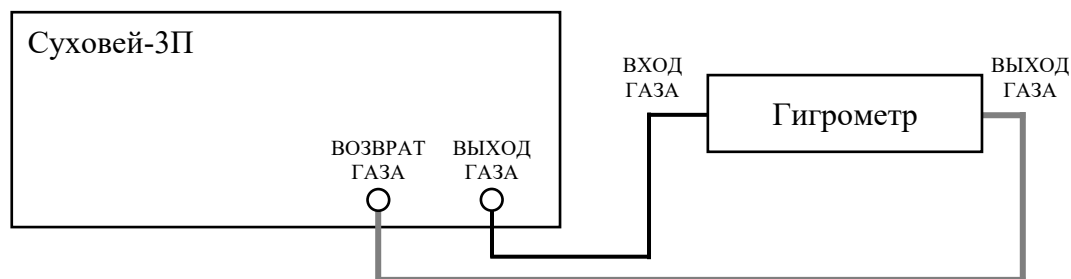

Рисунок 27 – Схема подключения одного гигрометра.
8.3.3. Выход поверяемого гигрометра (или измерительной камеры, в которую он установлен) подключите с помощью полиэтиленовой трубки к штуцеру «ВОЗВРАТ ГАЗА» на передней панели основного блока генератора (Рисунок 2). Схема подключения показана на рисунке (Рисунок 27, серым цветом показаны пластиковые трубки, черным –металлические.).